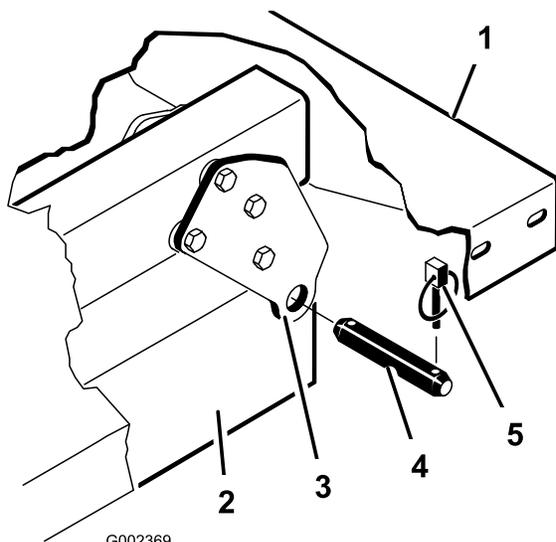

图4
3. 向内推动柱销卸下将油缸杆端固定到货斗安装板上的柱销图4。
4. 卸下将枢轴支架固定到机架槽上的保险销和柱销图4。